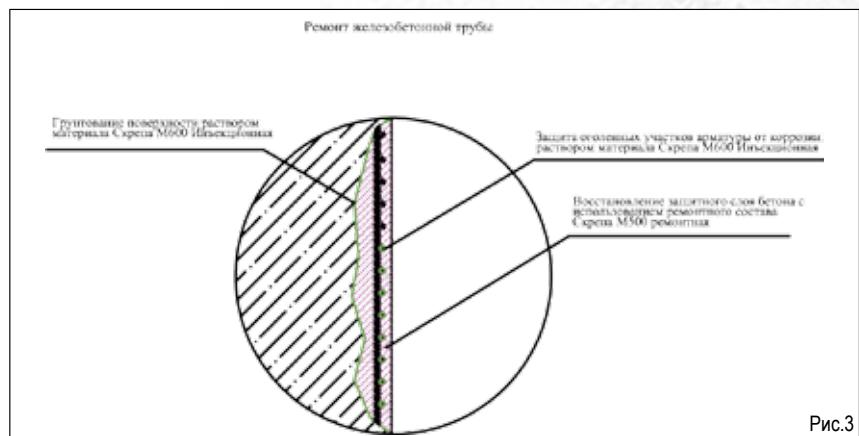

Рис.3
6. Восстановить разрушенные участки бетона с применением материала «Скрепа М500 ремонтная» (Рис.3).